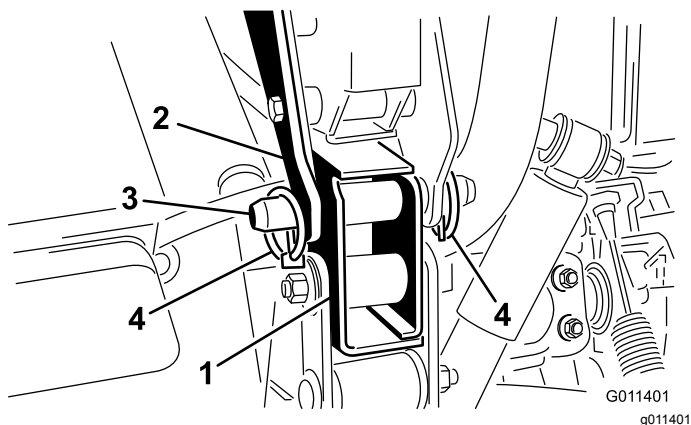

Figura 8
6. Fissate ogni staffa di montaggio posteriore al telaio del veicolo con un perno con testa e 2 coppiglie ad anello (Figura 8).